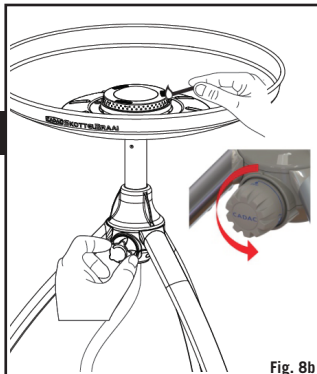

Fig. 8b
- For at tænde enheden, tændes en tændstik eller grilltænder. Åbn lidt for styringsventilen (K) som beskrevet under 'Generelt' og tænd enhedens brænder (G). Ved kold opstart, kan enheden tændes fra toppen (se fig. 8b) før den ønskede tilberedningsoverflade monteres på brænderfadet (F).